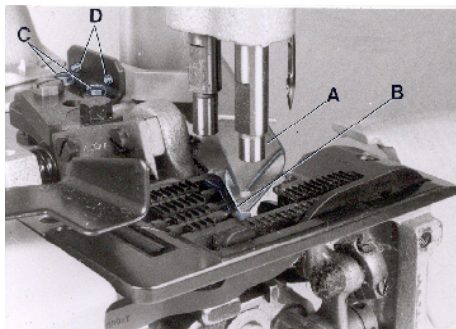

Fig. 24
The adhesive tape folder (A, Fig. 24) has to be assembled so, that it fits close to the bevelling of the cut-out in the throat plate (see Fig. 24). The inner lower edge of the folder mouth (B) must be flush with the top surface of throat plate, and set as far to the left in the throat plate cut-out so the adhesive tape will fully cover the closed bag opening. The folder bracket and the folder can be set accordingly after loosening screws (C and D, Fig. 24) Retighten screws.
Der Klebeband-Einfassapparat (A, Fig. 24) muß so montiert sein, daß er satt an der Schräge des Ausschnitts in der Stichplatte anliegt (siehe Fig. 24). Die innere untere Kante des Apparate-Mundstücks (B) muß mit der Stichplattenoberfläche eben sein und soweit nach links in den Stichplattenausschnitt gestellt werden, daß das Klebeband die zugenähte Sacköffnung voll umschließt. Der Apparat-halter und der Apparat können nach Lösen der Schrauben (C und D, Fig. 24) entsprechend eingestellt werden. Ziehen Sie die Schrauben wieder an.